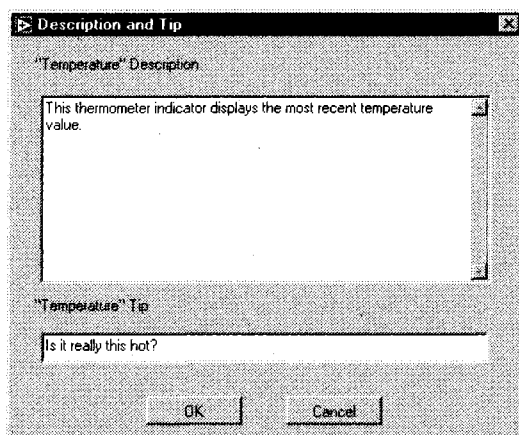

Рис. 5.24
5. ЗадOCUMENTИРУЙТЕ элемент отображения температуры, выбрав опцию **Описание и подсказка** в контекстном меню. Введите описание и подсказку, как показано на рис. 5.24, и щелкните по **ОК** при завершении.